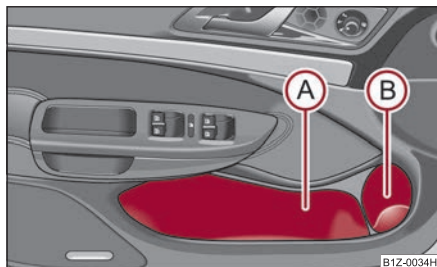

Fig. 123 Compartimentul de
Pentru a nu limita spațiul de desfășurare a airbag-ului lateral, utilizați zona (A) ⇒ pagina 100, fig. 123 a compartimentului de depozitare numai pentru depozitarea obiectelor care nu ies în afară. ■